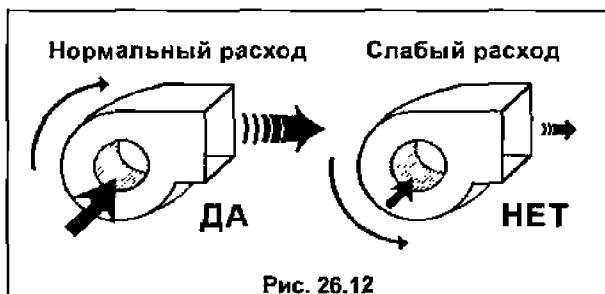

Рис. 26.12
**признаков неисправности типа «слишком слабый конденсатор», обусловленной недостаточным расходом воздуха (см. рис. 26.12).**